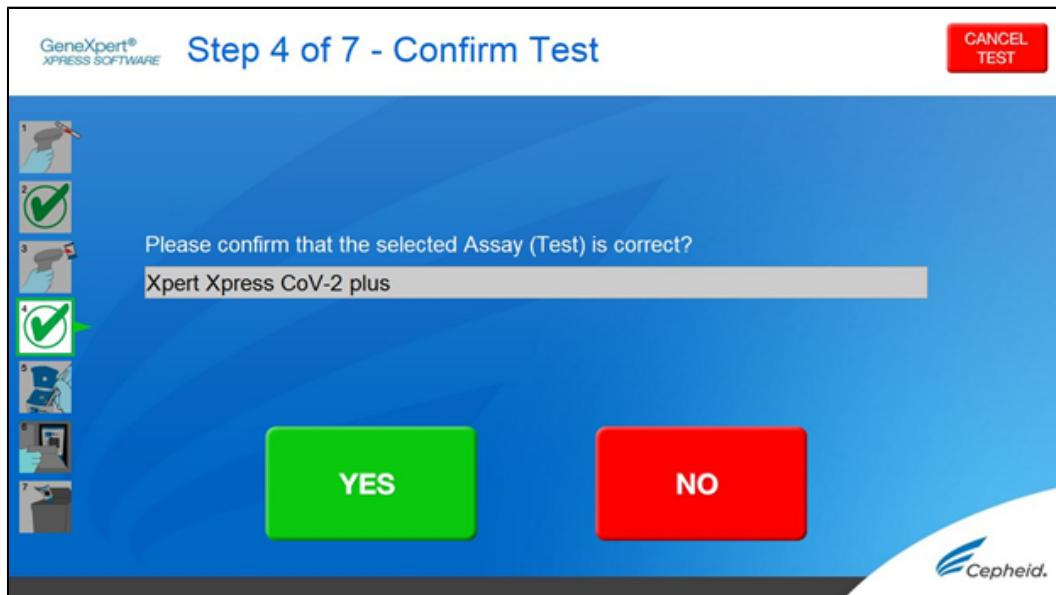

Figure 9. Écran Confirmer le test (Confirm Test) - Sélectionner le test (Select Assay)
- Si cela est autrement requis par les procédures standard de contrôle qualité (CQ) de votre établissement.
3. Faire le choix approprié dans le menu Sélectionner un test (Select Assay), comme présenté sur la Figure 9.